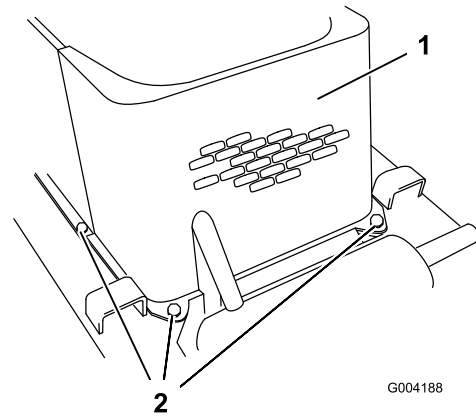

Figure 32
5. Enlevez les 4 boulons qui fixent le panneau avant au cadre de la machine (Figure 32).